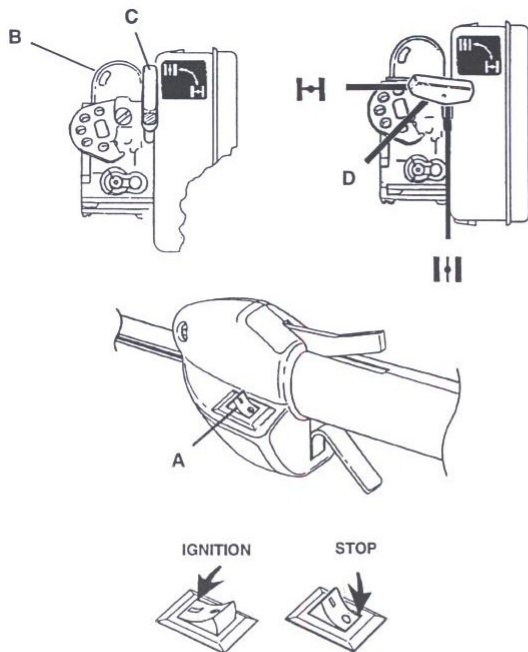

Fig. 1
1. Stop motoren. Hold fast i strenghuset, og skru spolelåsen (A) af. Drej **højre om** (se fig. 1).
1. Stop engine. Hold string head and unscrew spool retainer. Turn clockwise, (see Fig. 1, page 23).
1. Stanna motorn. Håll tråd huvudet och skruva av spolens mutter. Vrid medurs (se fig 1, sid 23).
1. Stop motoren. Hold fast i strenghuset, og skru spolelåsen af. Drej højre om (se fig. 1, side 23).
2. Tag spolen af strenghuset (Bemærk: Lad fjederen (B, fig. 1, side 23) blive på spolen). Fjern evt. tilbagevendende streng fra spolen.